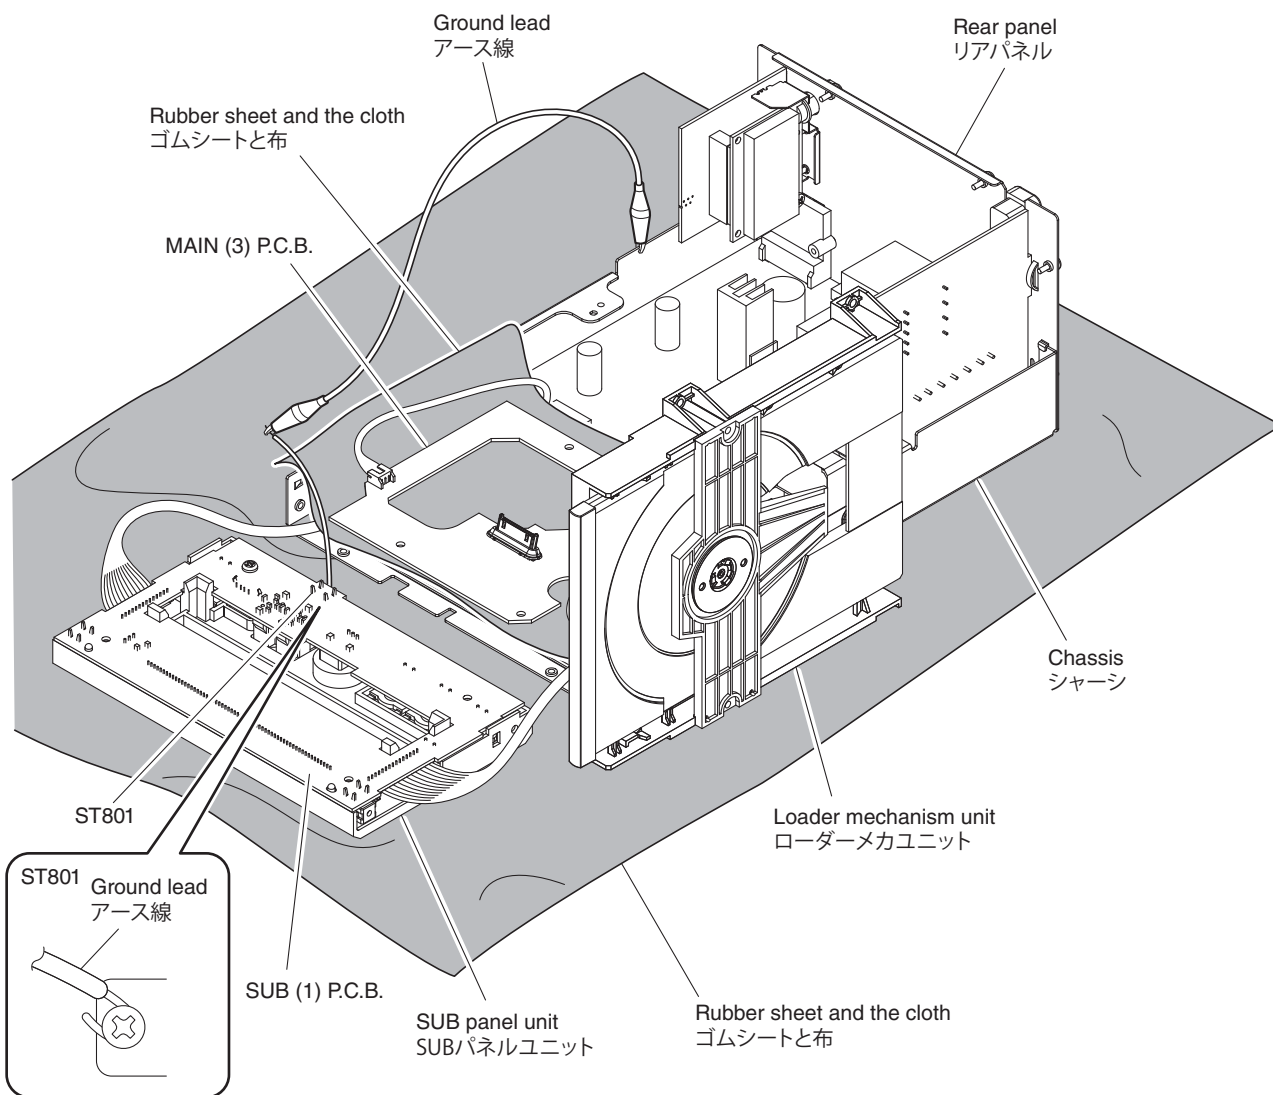

Fig. 3
- Spread the rubber sheet and the cloth. Then place this unit on the cloth and check it. (Fig. 3)
- Connect the ground point (ST801) of the SUB (1) P.C.B. to the chassis with a ground lead or the like. (Fig. 3)
- ゴムシートと布を敷き、その上に本機を置いてチェックします。(Fig. 3)
- SUB (1) P.C.B. のアース (ST801) をアース線等でシャーシに接続してください。(Fig. 3)